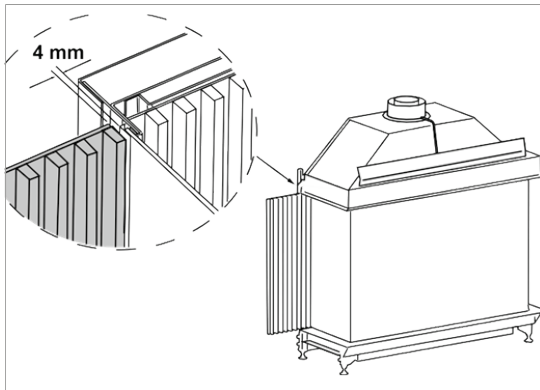

Abbildung 11: Abstand zwischen Platte und Feuerstelle (4 mm)
6. Achten Sie darauf, dass zwischen der Platte und dem Seitenglas ein Abstand von 4 mm besteht, damit dieser für Wartungsarbeiten weiterhin zugänglich bleibt (siehe Abbildung 11).